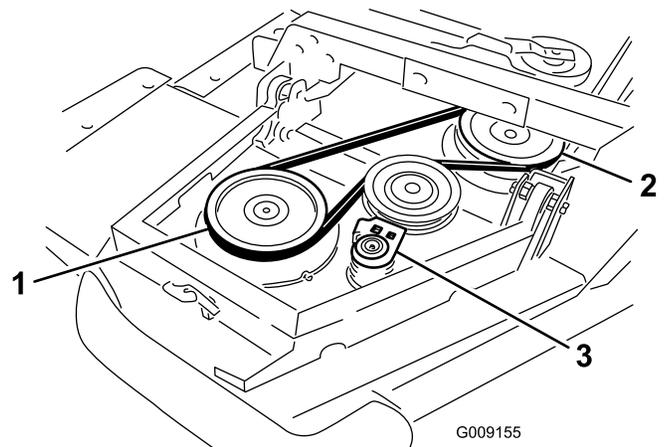

図 5
A. まず、ウイングレットのスピンドルプーリから前デッキのスピンドルプーリにベルトを掛ける **図 5**。
- B. ラチェットレンチのようなものを使って、アイドラプーリをプーリから引き離す 図 5。